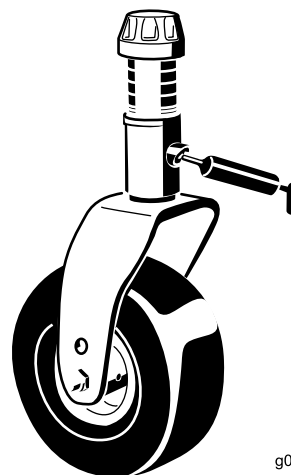

Figura 65
- Boccole (2) dell'asse della forcella delle ruote orientabili (Figura 65)